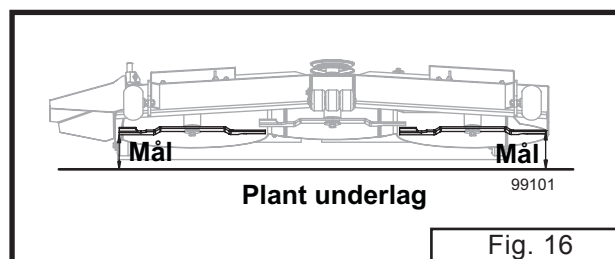
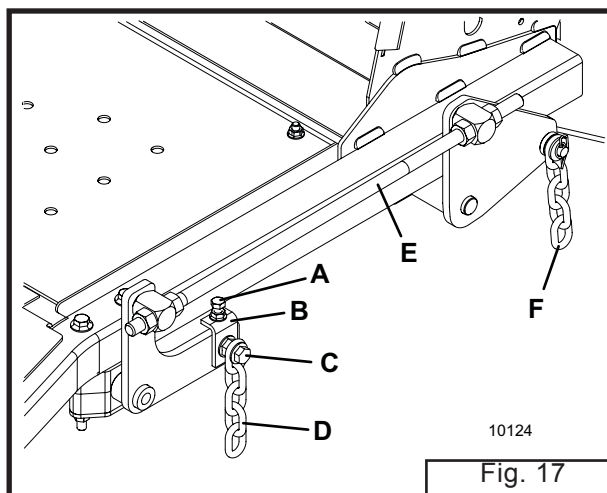

Fig. 16
Fig. 17
(Henviser til fig. 16 og 17)
3. Placer venstre knivblad på tværs af maskinen og mål afstanden fra den yderste knivspids ned til det plane gulv (henviser til fig. 16).
6. Hvis justering er nødvendig gøres bolten (E) længere for at forhindre de bagerste liftkæder at hænge løst.
7. Justeringsskruen (A) sidder på det forreste klipperophæng i venstre side (henviser til fig. 17).
8. Løsn 7/16-kædebolten (C) ved det forreste klipperophæng i venstre side lidt, så justeringsbeslaget (B) kan reguleres.
9. Juster venstre side af klipperdækket op eller ned efter behov, indtil afstanden er den samme som i højre side. Når justeringsskruen (A) drejes med uret, løftes klipperen og når den drejes mod